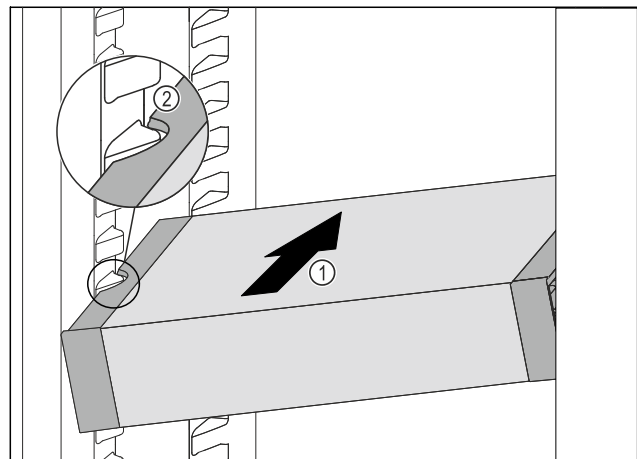

Fig. 107
- ▶ Вкарайте VarioSafe под ъгъл в хладилната част Fig. 107 (1), докато страничните прорези Fig. 107 (2) на VarioSafe се намират на височината на ребро на съда в хладилната част.